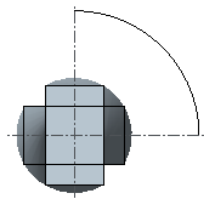

图 8.9.12 完成后的模型结果
Step7. 单击操控板板中的按钮, 完成特征的创建。从完成后的模型中可以看到前后两个截面成 90° , 如图 8.9.12 所示。